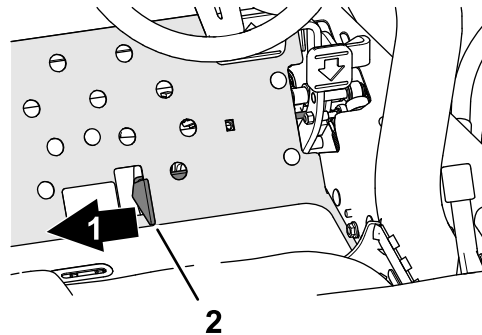

Figura 39
4. Desloque a alavanca de corte/transporte para a posição de CORTE (Figura 39).
2. Desloque a patilha de corte/transporte para a direita para a posição de CORTE (Figura 39).